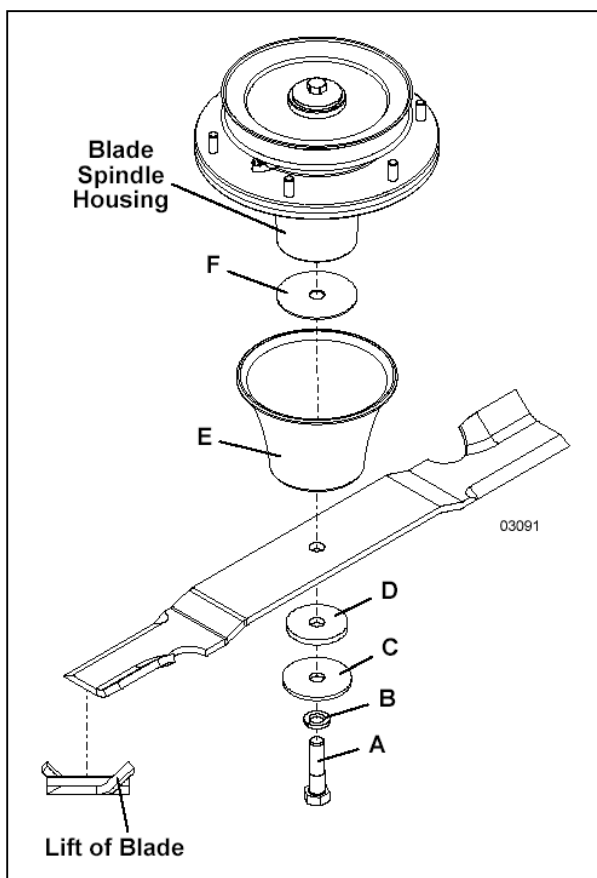

Fig. 20
(se fig. 20)
Når kniven monteres, skal den opbøjede bagkant (Lift of blade, fig. 20) vende op mod knivspindlen. Spænd boltene (A) med 7-7,6 kg/m (50-55 ft.lbs.).